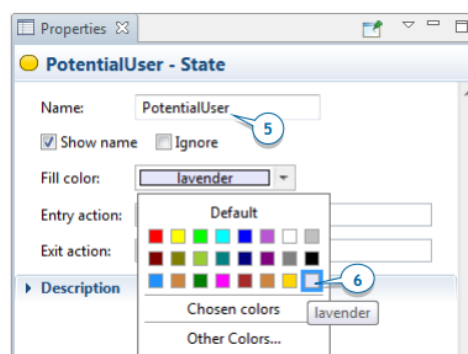

Рисунок 3.5 – Керування кольором заливки
6. Використовуйте елемент керування *Fill color*, щоб змінити колір стану на лавандовий (рис. 3.5).